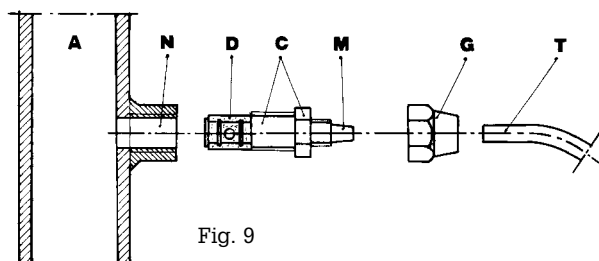

Fig. 9
- g. - Choisir le point d'injection le plus approprié sur la conduite de l'installation à traiter, et fixer un raccord 3/8" Gaz femelle. Ce raccord n'est pas compris dans la fourniture. Visser la canne d'injection dans le raccord en utilisant une garniture en PTFE (fig. 9). Raccorder le tube à l'embout conique de la canne d'injection et la bloquer avec l'écrou G. prévu. La canne d'injection est aussi un clapet anti-retour.
3.1 - SCHEMA DE MONTAGE DE L'INJECTION (FIG. 9)